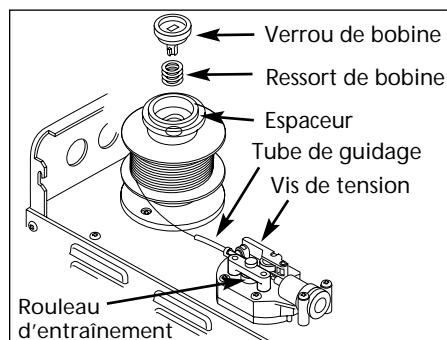

Figure 3 - Parcours du fil de soudage
*Voir Figure 3 pour le montage.